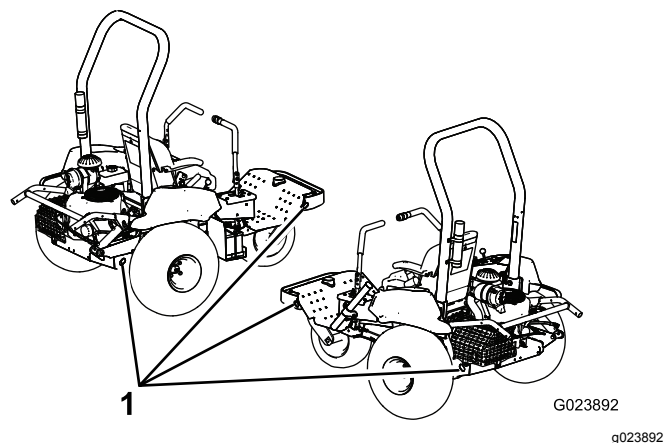

Figura 30
5. Utilice los puntos de amarre de la máquina (Figura 30) para sujetar la máquina firmemente al vehículo de transporte con correas, cadenas, cables o cuerdas.